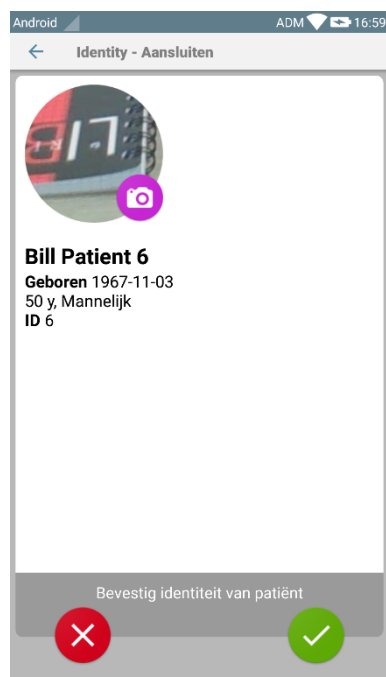

Fig 133
Een scherm toont de gebruiker de belangrijkste gegevens en een foto van de patiënt (indien beschikbaar; anders verschijnt een algemene icoon - Fig 133):
- Patiëntnaam, geboortedatum, leeftijd, geslacht, identificatiecode (Fig 133 **A**);
- Foto van patiënt (Fig 133 **B**).
Aangezien een foto van de patiënt ontbreekt, kan er door op de toets in Fig 133 **C** te drukken, een foto worden gemaakt. Nadat er een nieuwe foto is genomen, kan deze worden gewijzigd om een kleiner gebied te selecteren dat geschikt is voor het scherm met de patiëntdetails. In Fig. 1 wordt het scherm van een apparaat met een hoog resolutiescherm weergegeven (d.w.z. niet Myco 1/2).
Ten slotte kan de foto van de patiënt worden gewist door er lang op te drukken. De gebruiker kan de voorgestelde patiëntidentificatie weigeren of bevestigen door respectievelijk op de toetsen in Fig 133 **D** en Fig 133 **E** te drukken. Als de patiëntidentificatie wordt geweigerd, wordt de procedure gewist. Wanneer de gebruiker de foto van de patiënt heeft bijgewerkt en de patiëntidentificatie wordt geweigerd, wordt de bijwerking van de foto ook geweigerd.